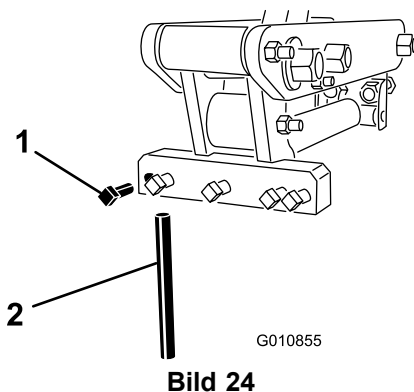

Bild 24
3. Lösen Sie die Klemmbolzen und entfernen Sie die vorher verwendeten Zinken (Bild 24).